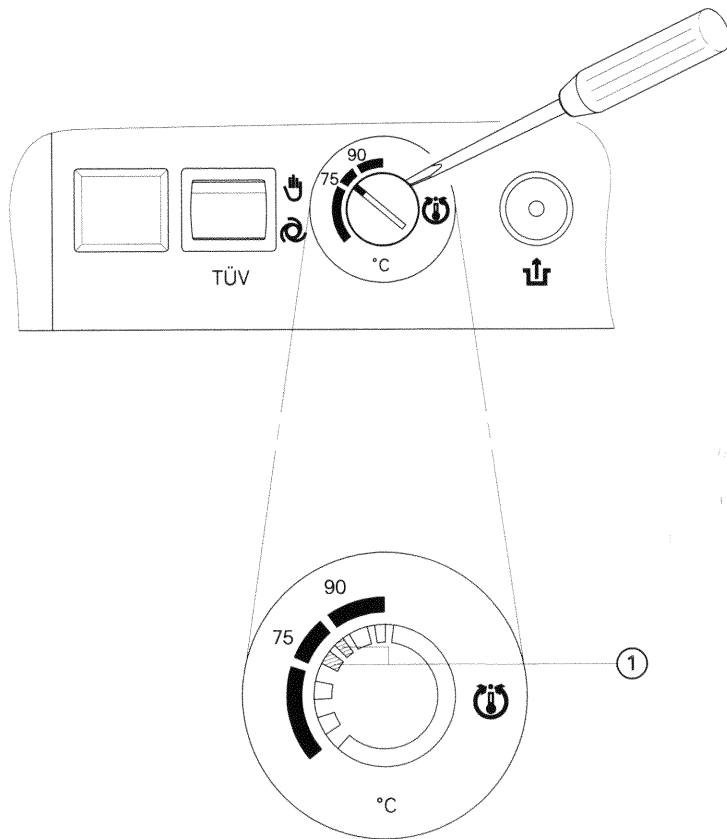

Abb. 16
3. Mit Spitzzange die in Abb. 16 markierten Nocken entsprechend dem gewünschten Einstellbereich aus Anschlagsscheibe herausbrechen.